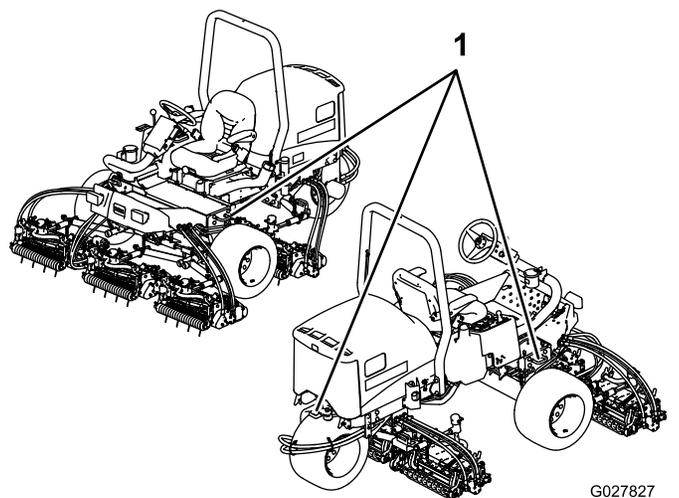

Figura 39
5. Utilize os pontos de fixação metálicos na máquina para prender firmemente a máquina ao atrelado ou veículo com cintas, correntes, cabo, ou cordas (Figura 39).